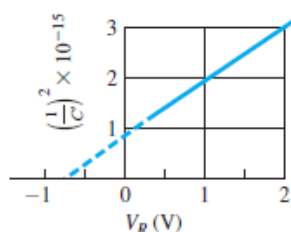

Figura 2
26. (DIO-SCG-001) Un diodo Schottky de GaAs tiene la curva de capacitancia de la Figura 2. La capacitancia  $C'$  está en unidades de  $\text{F cm}^{-2}$ . Determine:  $V_{bi}$ ,  $N_D$ ,  $\phi_n$  y  $\phi_{B0}$ .